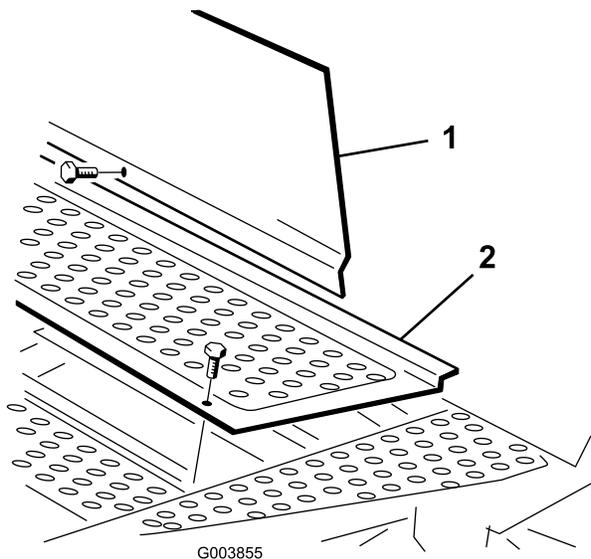

図 5
1. フロア・パネルの左前隅とアクセス・パネルの左後部の固定ボルトを取り外す(図5)。
2. フロア・パネルのファスナを付属部品のフランジヘッド・ボルト (5/16 x 5/16 x 5/8") に交換する (図 5)。
3. アクセス・パネルのファスナを付属部品のフランジヘッド・ボルト (5/16 x 3/4 インチ) に交換する (図 5)。